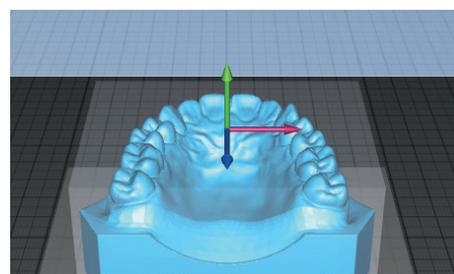

Abb. 2
- ◆ Es erscheinen drei Pfeile, für die drei möglichen Drehachsen (siehe Abb. 2).